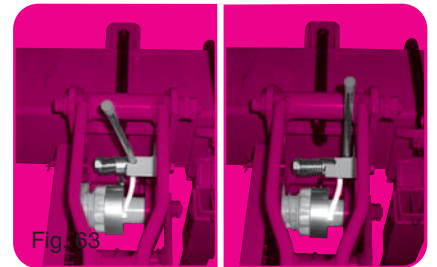

Fig. 63
- Débrayage manuel de l'élément par levier (fig. 63)
- Manual declutching of the element via lever (fig. 63)
- Auskuppeln per Hand, über Hebel (Abb. 63)
- Ручное отключение высевального элемента, для образования технологической колеи через рычаг (рис. 63)